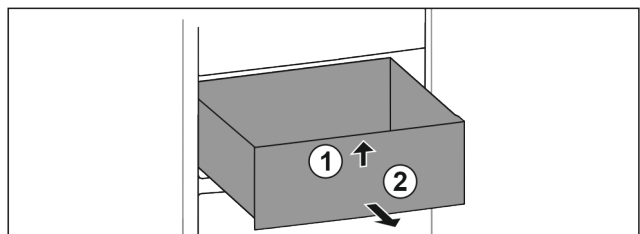

Fig. 81
- ▶ Nosta vetolaatikon etuosaa ylös. Fig. 81 (1)
- ▶ Poista vetolaatikko vetämällä eteenpäin. Fig. 81 (2)